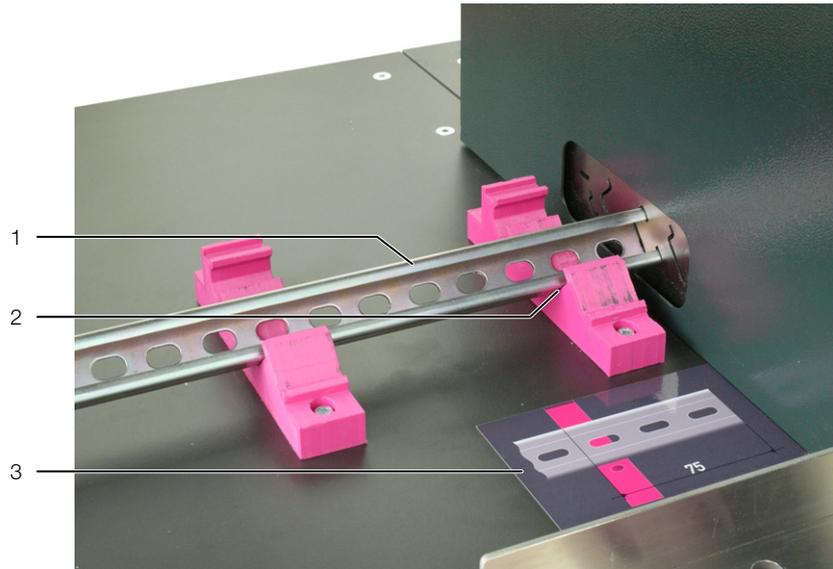

Imagen 14: Colocación del carril soporte en el soporte
- Coloque el carril soporte junto al adhesivo, de forma que este indique exactamente un posible punto de separación conforme al esquema de taladros (en general centrado entre dos orificios longitudinales, imagen 14).